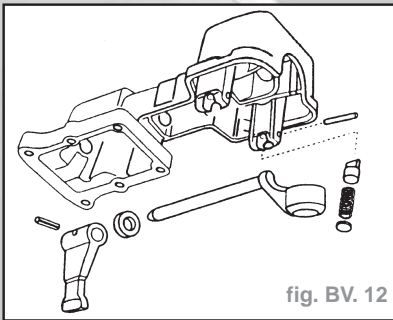

fig. BV. 12
- l'inverseur - rondelle de calage, ressort, bille (fig. BV. 12),